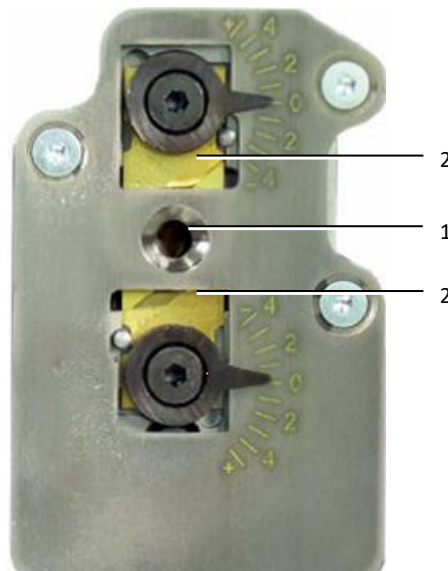

Fig. 24 : unité de dénudage
- Nettoyer la zone autour du perçage (fig. 24, pos. 1) avec un pinceau.
- Vérifier les couteaux (fig. 24, pos. 2). Remplacer si nécessaire les couteaux (cf. paragraphe 8.3 « Remplacement des couteaux à dénuder »).